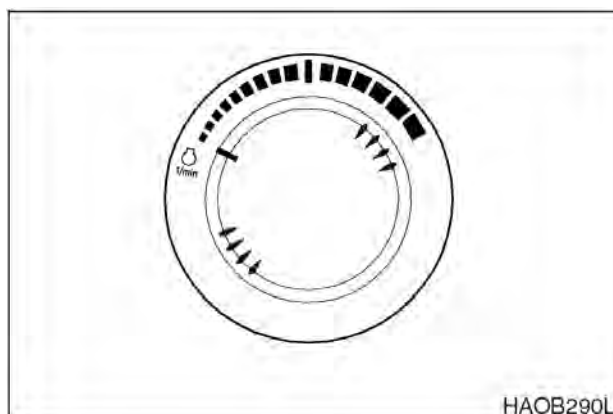

Рис. 27
- Установить диск скорости двигателя на низкие обороты холостого хода (LOW IDLE), рис. 27. Дать двигателю поработать на холостом ходу 3-5 минут.